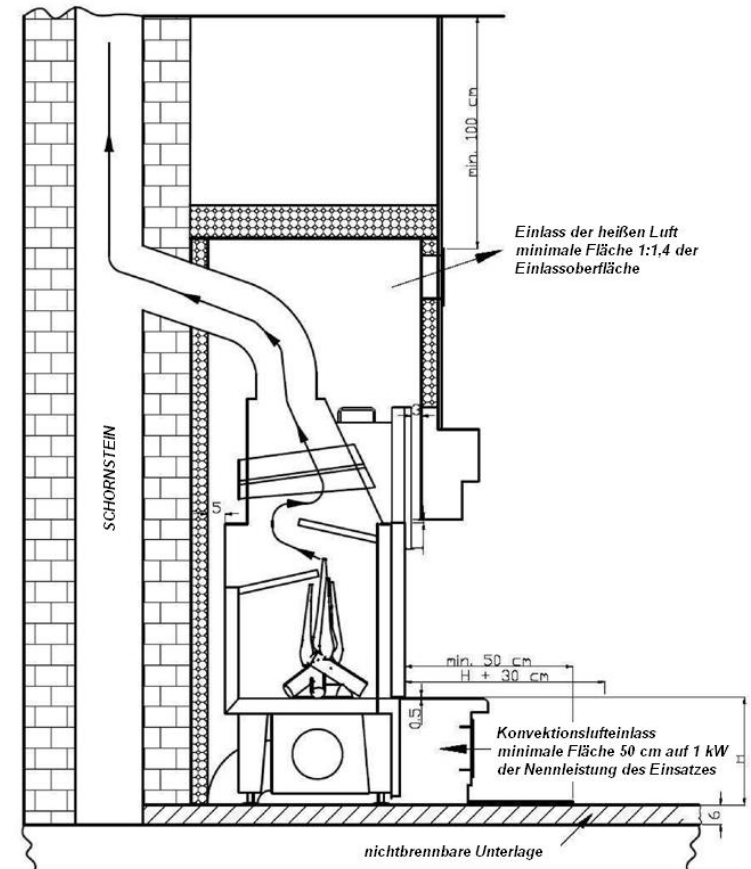

Abb. 1.3. Der Mindestraum um den Einsatz und um das Gehäuse
- beim Betrieb des Kamins in einem Kamingehäuse wird eine hohe Temperatur erzeugt, die bis zu 600°C reichen kann; um die Überhitzung von Einzelteilen des Kamineinsatzes und die Beschädigung des Kamingehäuses zu vermeiden, sollte ein minimaler Bewegungsabstand (Abb. 1.3) erhalten bleiben.